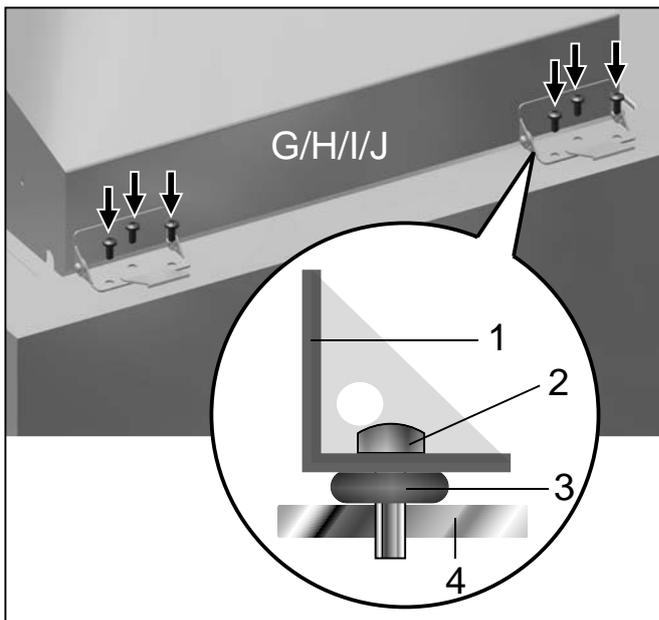

Fig. 8 Visser le couvercle spécial sur la cuve du bain
4. Poser le couvercle spécial G/H/I/J sur la cuve du bain, faire passer six vis par les charnières du couvercle, et poser des joints toriques sur les vis (Fig. 8).